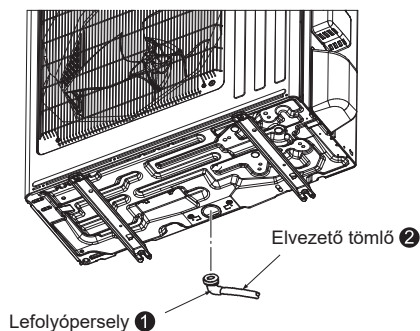

Fig. 4-1
4. A kültéri egység elvezető csővezetékei (Fig. 4-1)